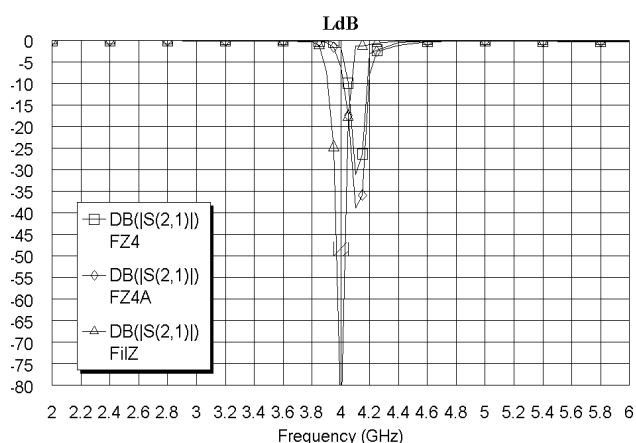

Рис. 1.79
- Сделайте активным окно графика и щёлкните по значку **Analyze** на панели инструментов. Полученный график показан на рис. 1.79. Характеристика уже ближе к требуемой.